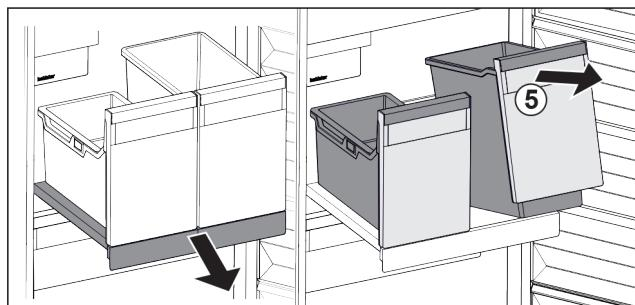

Fig. 25
- Nadvhnite nádobu Fig. 25 (5) vpred.